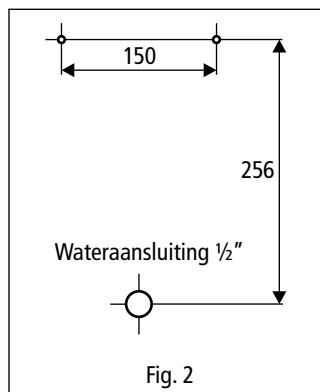

Fig. 2
- Een behoorlijk gemonteerd stopcontact met aarding moet aanwezig zijn. Pluggaten overeenkomstig (Fig. 2) markeren, boren en pennen 6 mm zetten. Met waterpas op het gecentreerde en horizontale uitlijnen letten!